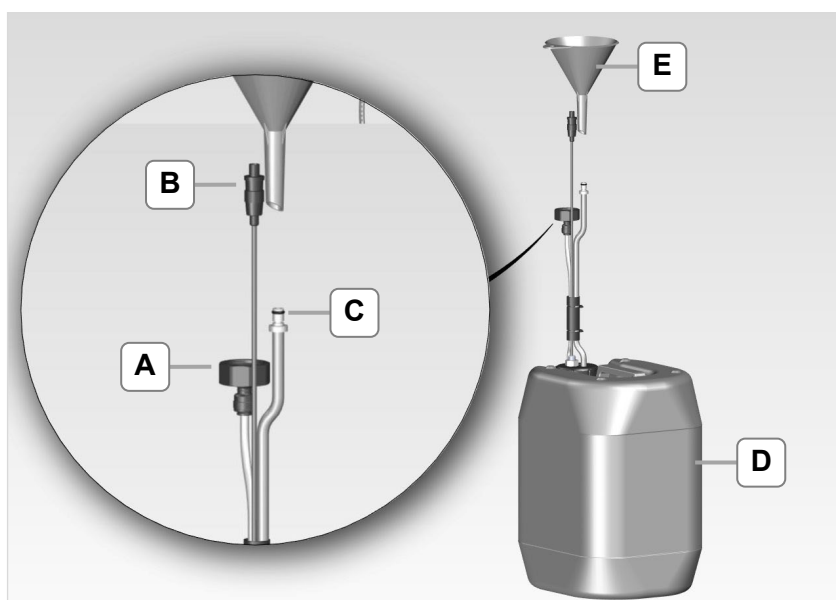
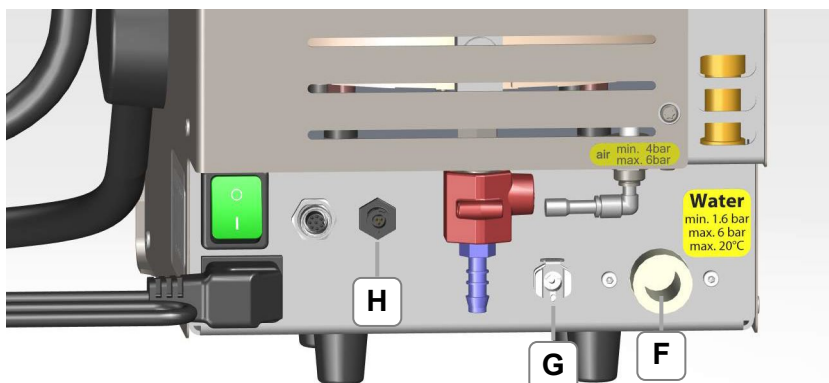
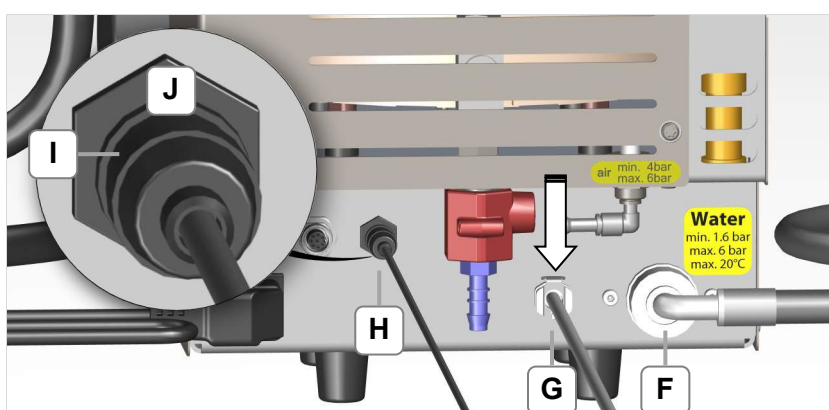
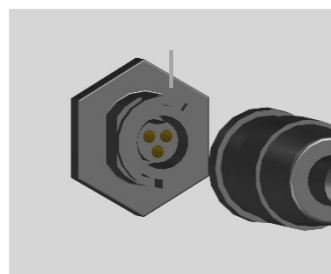

Figure 4.5.1: récipient avec accessoires
Figure 4.5.2: raccords du récipient (face arrière de l'appareil)
Figure 4.5.3: raccords, récipient connecté
Figure 4.5.4: orientation du connecteur (J)
<p>Fuite d'eau !</p> <p>Si un appareil équipé d'un bidon est raccordé à un kit de raccordement d'eau fixe, il faut retirer le tuyau de purge (fig. 4.5.3-G).</p> <ul style="list-style-type: none"> Retirer le tuyau de purge afin que le bidon ne déborde pas.
1. Raccordez le raccord fileté (figure 4.5.1-A) du tuyau à eau à la prise d'eau de l'appareil (figure 4.5.2-F). Vérifiez que le joint est bien inséré dans le raccord (figure 4.5.1-A).
2. Raccordez le connecteur de câble (figure 4.5.1-B) pour le contrôleur de niveau à la prise (figure 4.5.2-H) et tournez le capuchon avant (figure 4.5.3-I) jusqu'à ce qu'il s'encastre. Observer l'orientation du connecteur (figure 4.5.4-J).
3. Insérez le tuyau de purge (figure 4.5.1-C) dans le raccord (figure 4.5.2-G).
<p>Contrôler la fixation de prise d'eau du récipient !</p> <ul style="list-style-type: none"> Veillez à une fixation correcte et sûre des raccords. Contrôlez l'étanchéité et le fonctionnement des raccords (figure 4.4.1.3-E+F). En déconnectant le tuyau de purge, veillez à pousser le levier de verrouillage (figure 4.5.3-G) vers le bas en direction de la flèche.